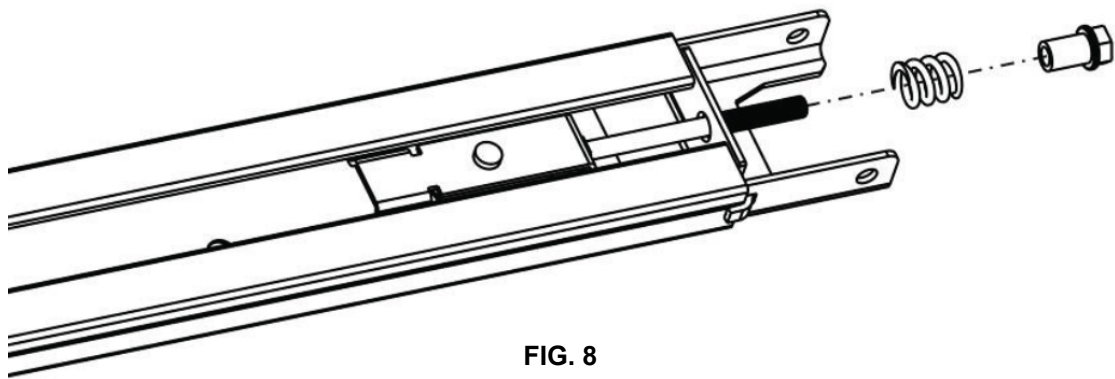

FIG. 8
- Como se ilustra en la Fig. 8, retirar la tuerca y el muelle.